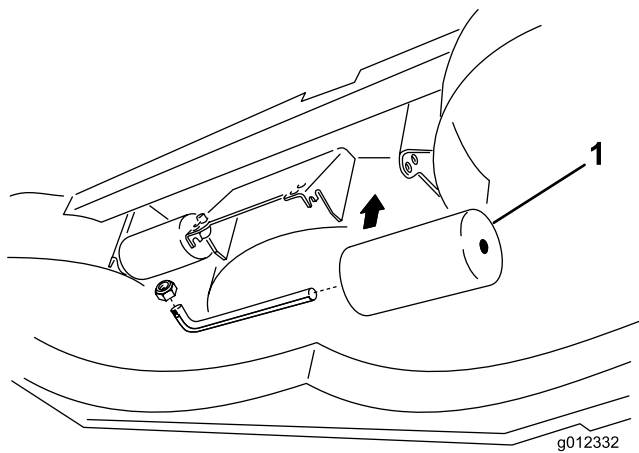

**Figura 10**
**Ajuste de los rodillos delanteros** (Figura 10).